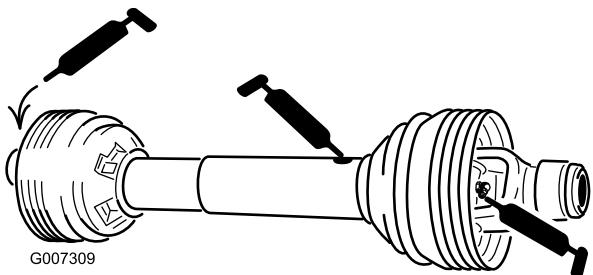

Figura 39
Eixo da tomada de força (3) (Figura 39)